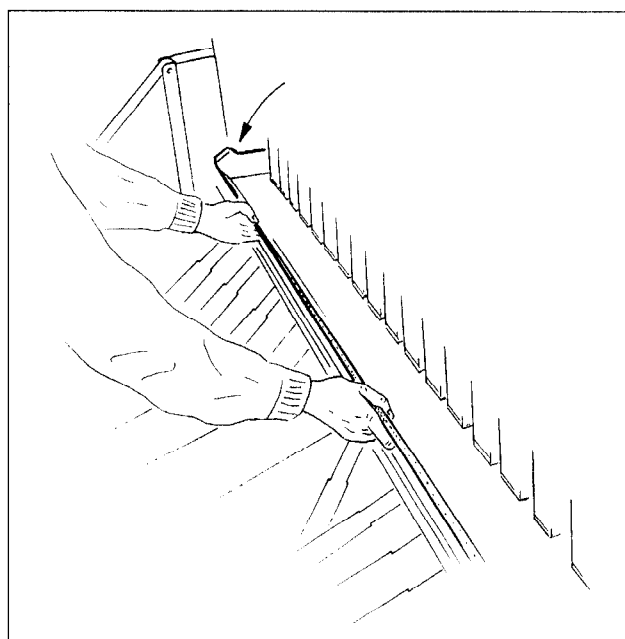

Fig. 8.4
- Placez les augets d'étalonnage (fig. 8.4) sur les barres porte-entonnoirs.